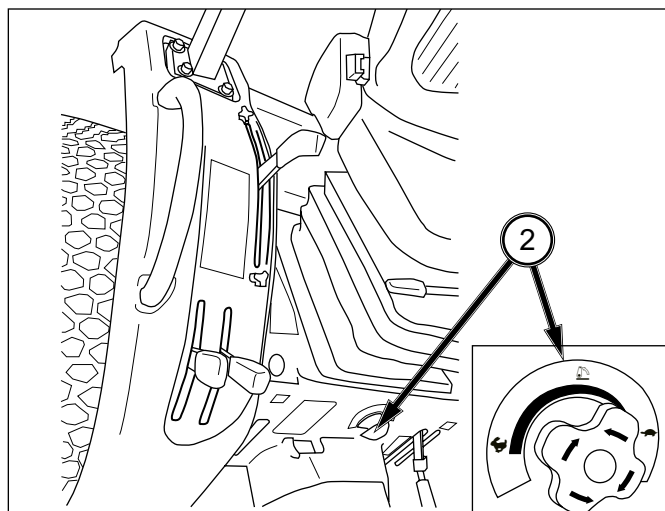

FIG. 5-29
FIG. 5-29: Le robinet (2) commande le taux de décharge du fluide hydraulique et donc la vitesse d'abaissement du relevage et de l'équipement. Tournez la poignée dans le sens horaire pour réduire la vitesse et dans le sens antihoraire pour augmenter la vitesse d'abaissement. En tournant la poignée complètement dans le sens horaire, l'équipement est bloqué en position levée.